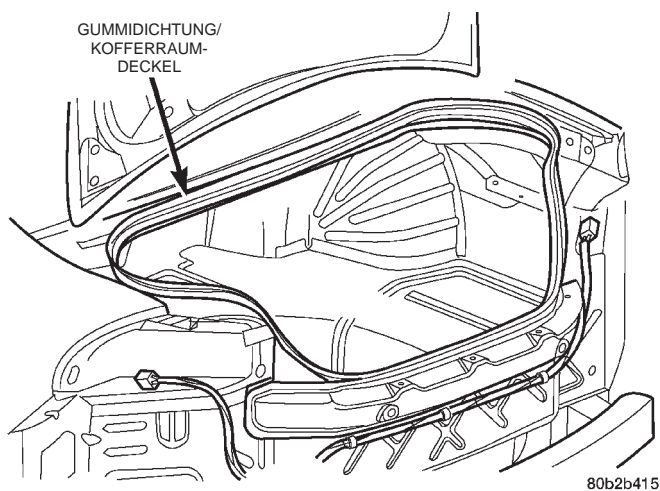

Abb. 21 Gummidichtung/Kofferraumdeckel – Typisch
- (1) Kofferraum öffnen.
- (2) Gummidichtung vom Falz der Kofferraumöffnung abziehen (Abb. 21).
- (3) Gummidichtung aus dem Fahrzeug nehmen.